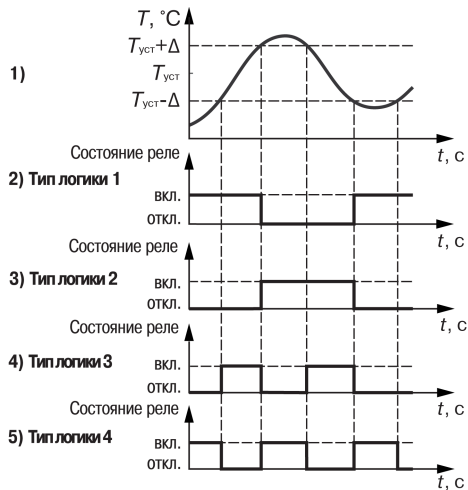

Рисунок 7.3 – Типы логики
- **Тип логики 1 «Прямой гистерезис»** (рисунок 7.3, график 2) используется для сигнализации о достижении контролируемым параметром значения ниже заданной границы. Выходное реле «Авария объекта» включается при температурах $T < T_{\text{уст}} - D$, а выключается при